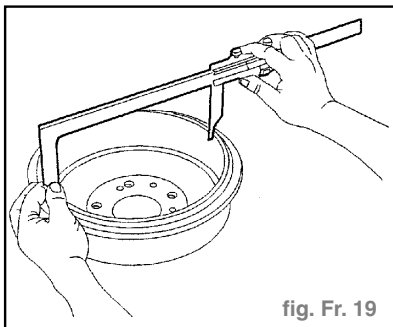

fig. Fr. 19
- Diamètre du tambour de frein : (fig. Fr. 19)